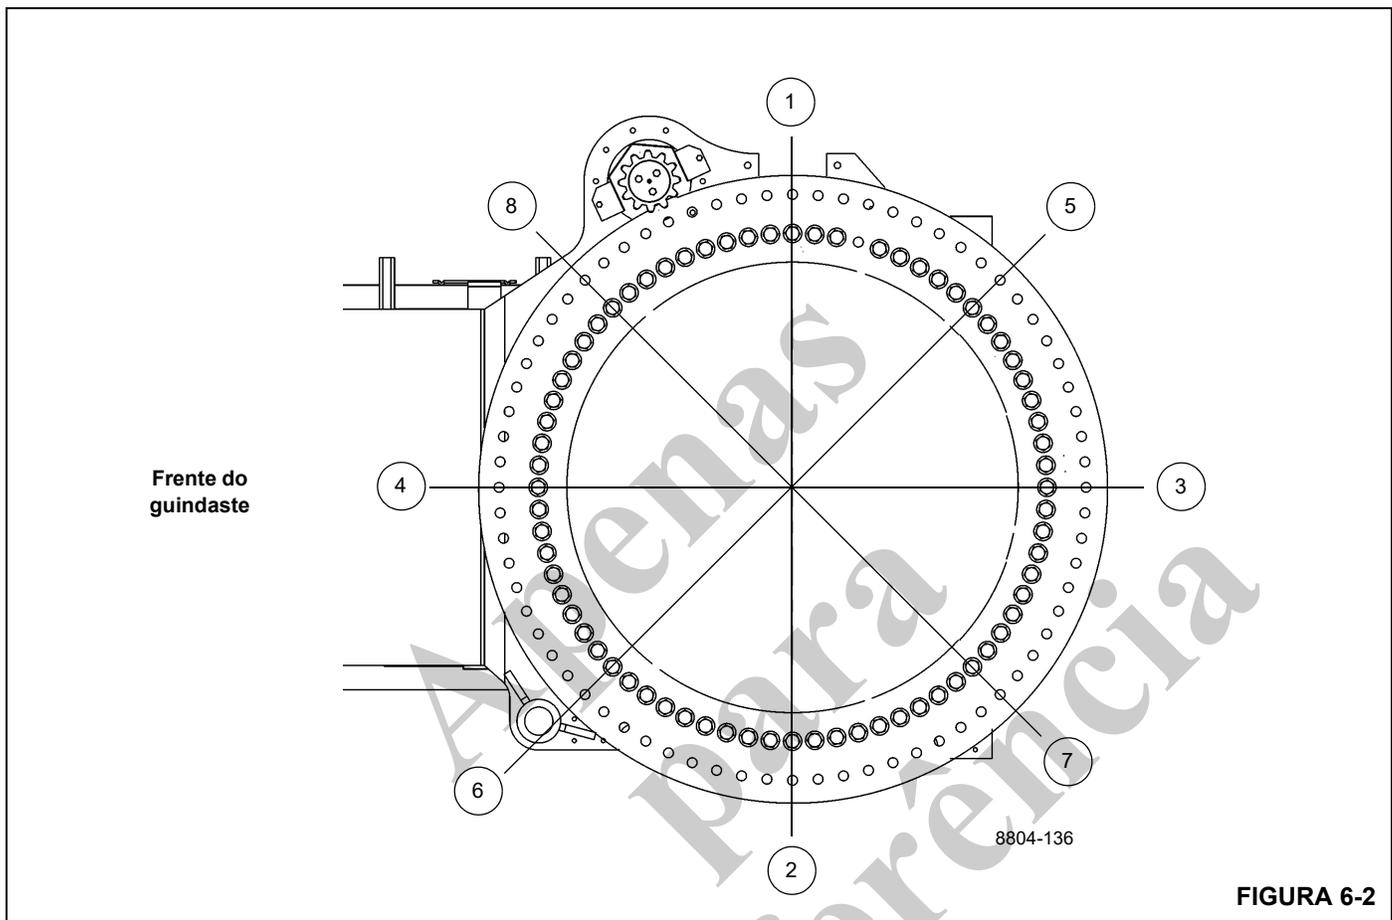

FIGURA 6-2
na Figura 6-2; consulte *Elementos de fixação e valores de torque*, página 1-15 sobre o valor correto de torque. As ferramentas usadas são o soquete, o multiplicador, o adaptador de folga, as extensões necessárias e o torquímetro.
2. Aperte oito parafusos até 80% do valor de seu torque especificado usando o padrão de sequência mostrado na Figura 6-2; consulte *Elementos de fixação e valores de torque*, página 1-15 sobre o valor correto de torque. As ferramentas usadas são o soquete, o multiplicador, o adaptador de folga, as extensões necessárias e o torquímetro.